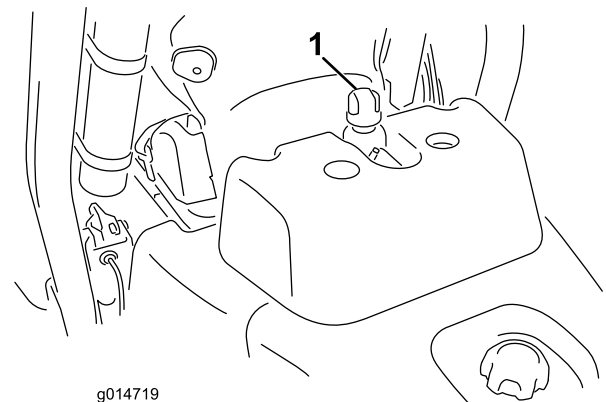

Bild 31
2. Nehmen Sie den Deckel vom Behälter ab (Bild 31).